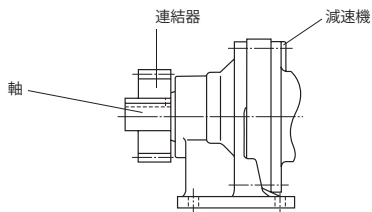
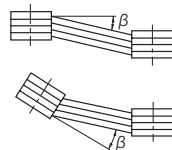

図7
図8
(2) チェーン・スプロケット、ギヤを使用する場合
- ・スプロケットやギヤの荷重作用点が軸中央より減速機側へくるようにしてください。(図7参照)
(3) Vベルトを使用する場合
- ・両プーリー間の平行度、偏心率 β は $20'$ 以内として下さい。(図8参照)